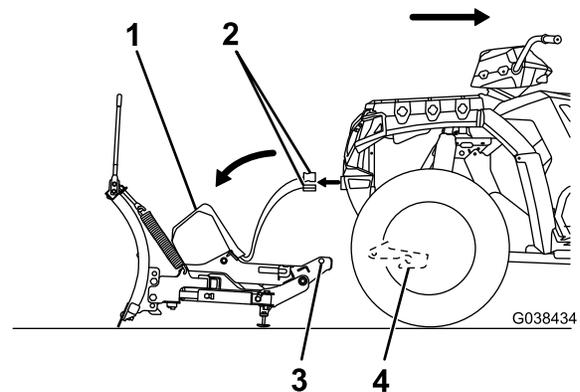

Bild 22
- Senken Sie mittels dem Kupplungsgriff die Kupplungssäule vollständig nach unten ab (Bild 22).
- Trennen Sie den Kabelbaum des Schilds vom Kabelbaum des Fahrzeugs und bringen Sie die Staubschutzkappen der elektrischen Anschlüsse an (Bild 22).